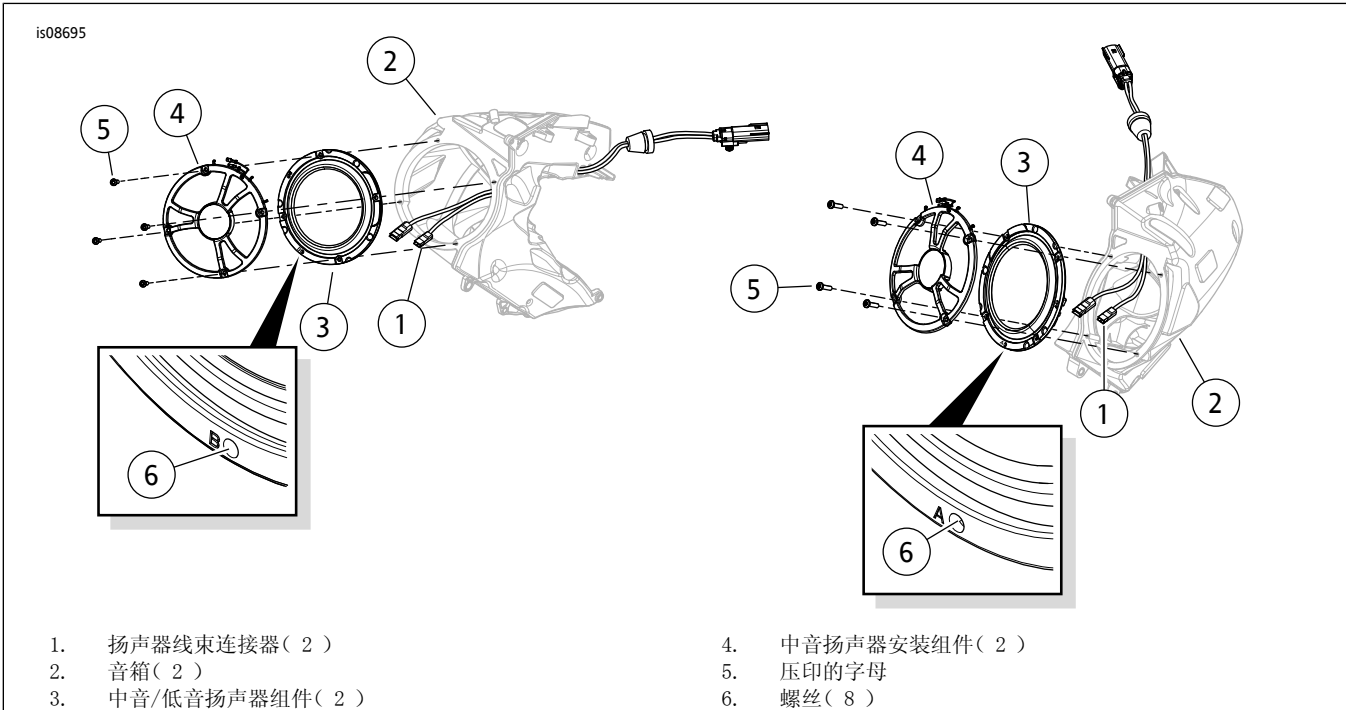

图1。安装低音扬声器
1. 参见图1。将音箱(2)内的扬声器线束连接器(1)与低音扬声器(3)后部的铲形接线端相连接。不同大小的铲形触头可防止装配错误的情况。